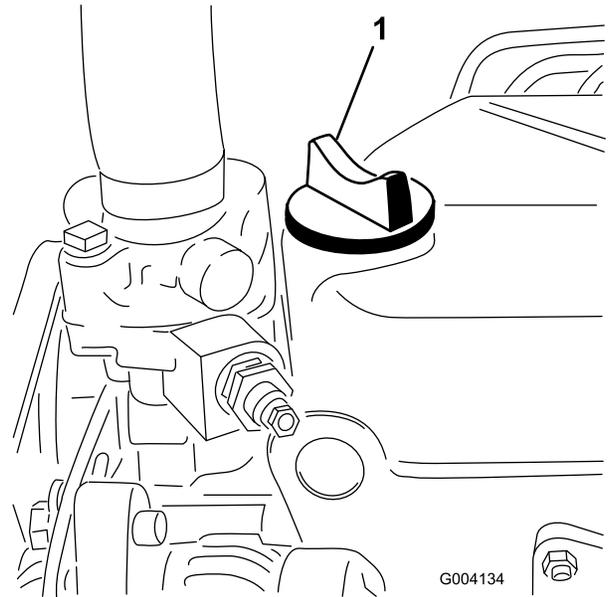

图 76
5. 如果油位低于“已满”标记应取下加油盖图 76 添加机油直至油位达到量油尺上的“已满”标记。